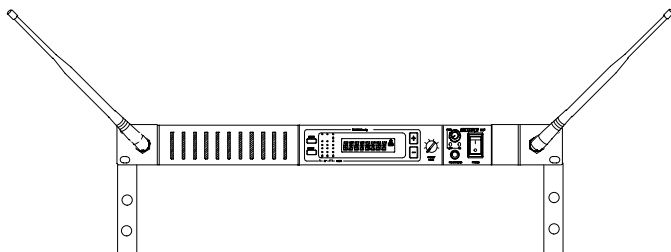

FIGURA 9
4. Coloque las antenas UHF provistas a los conectores tipo BNC que se encuentran en el tablero delantero del receptor, como se muestra en la Figura 9. Para el mejor rendimiento, oriente las antenas con sus puntas alejadas una de la otra, formando un ángulo de 45° con la vertical.